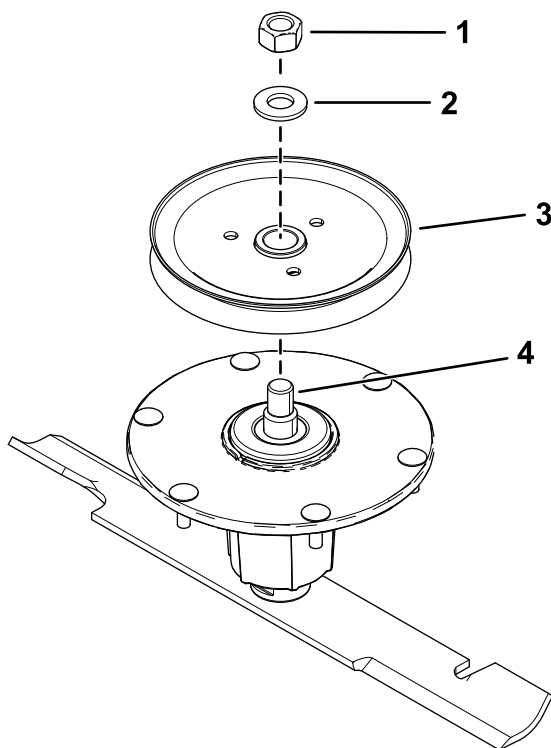

Figura 7
1. Retire la tuerca superior, la arandela y la polea del eje (Figura 7).